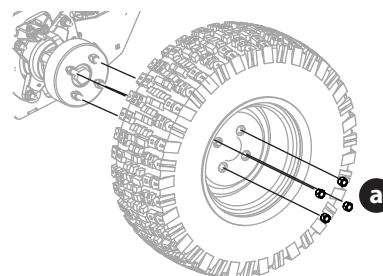

Fig. 47
1. Quite las cuatro tuercas de las ruedas (a) para retirar el neumático (Fig. 47).
2. Vuelva a instalar los neumáticos usando las cuatro tuercas de las ruedas (Fig. 47). Ajuste las tuercas de las ruedas (a) con un par de 65-70 pies-libras (88-95 N-m).